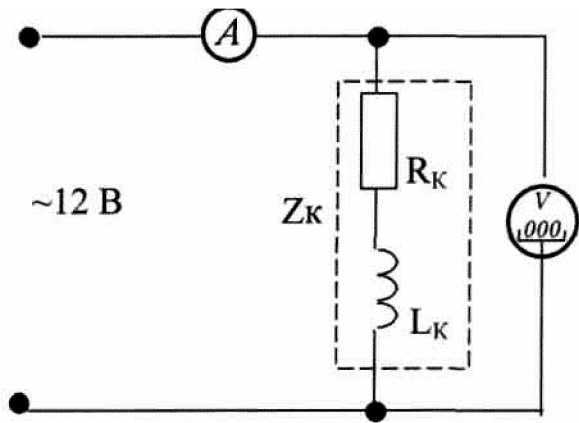

Рис.1.3.6
3.4. Собрать электрическую цепь для определения полного сопротивления катушки (рис. 1.3.6), используя мультиметр в режиме измерения переменного напряжения или вольтметр модуля вольтметров. Предъявить схему для проверки преподавателю.